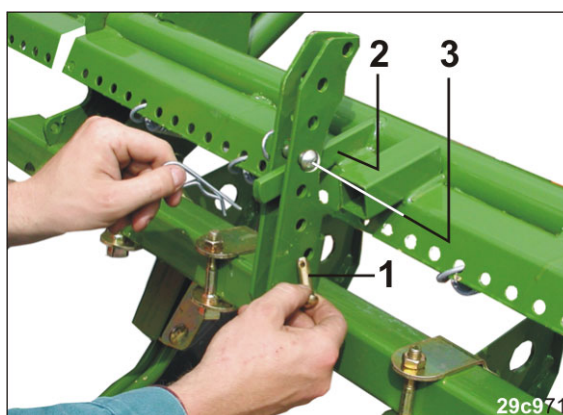

Bild 193
- 1.3 Stick in den andra bulten (Bild 193/3) i ett hål ovanför spaken (Bild 193/2) och säkra med en fjädersprint.
- 2.3 Stick in bulten (Bild 193/1) i ett hål under spaken (Bild 193/2) och säkra med en fjädersprint.